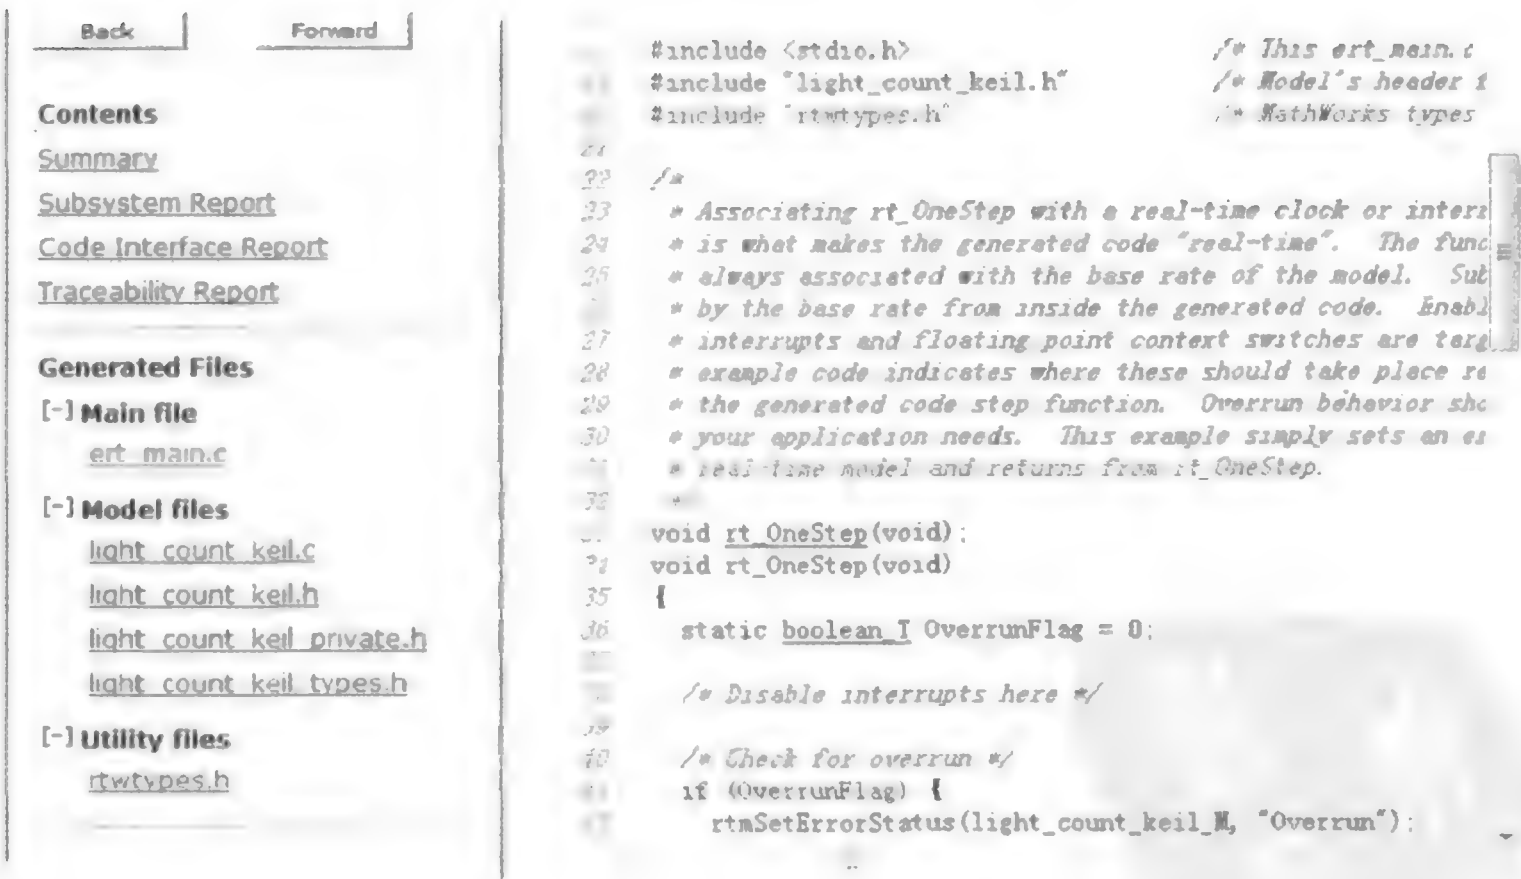
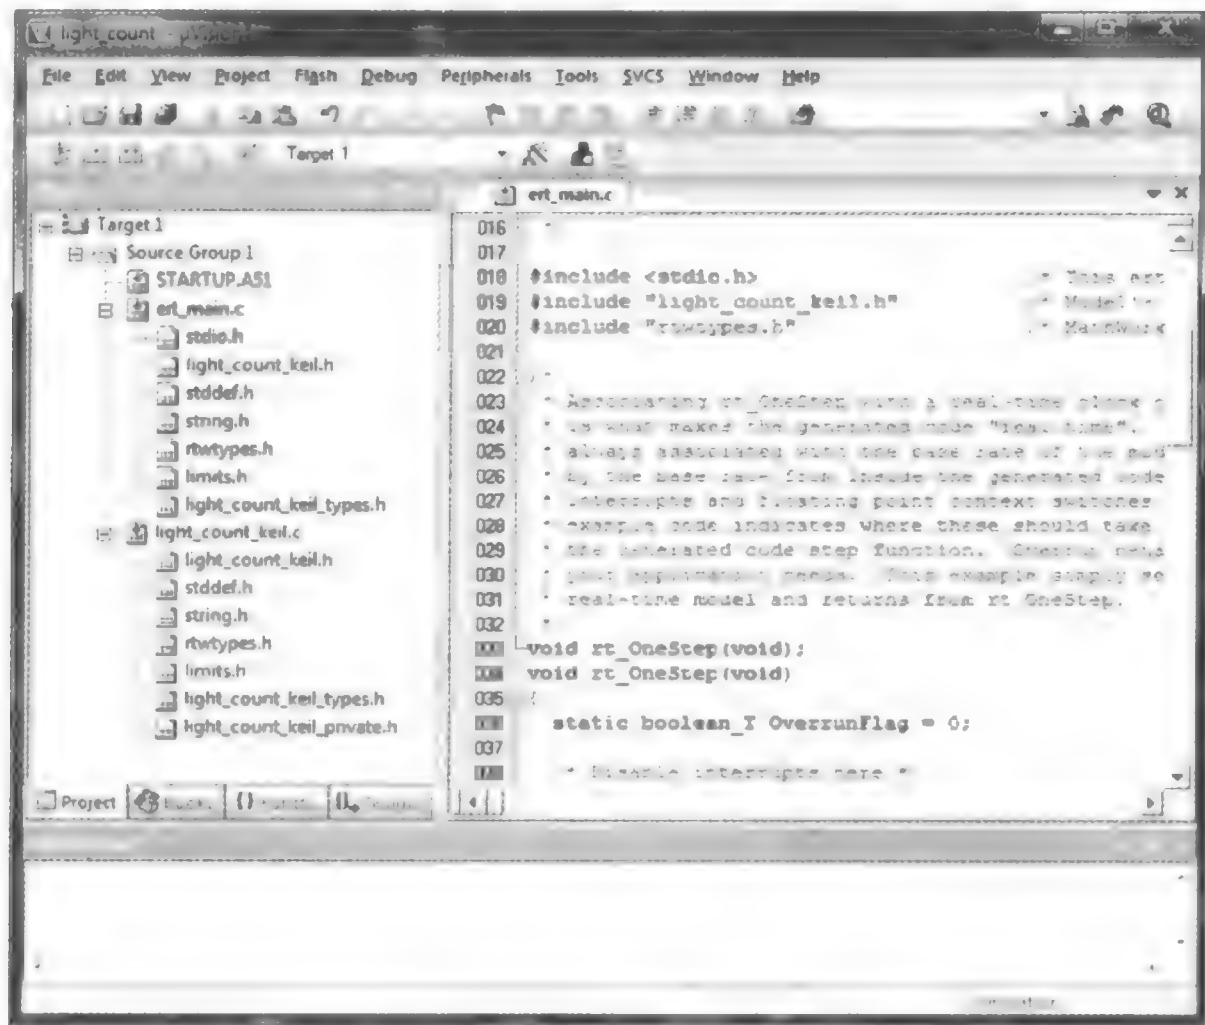

图 5.2.87 代码报告
图 5.2.88 建立 Keil 工程
单击模型工具栏的按钮,生成代码,报告如图 5.2.87 所示。
(2) 建立 Keil 工程。打开 Keil uVision4,建立基于 AT89C51 的工程,将图 5.2.87 所示的 6 个文件与 Keil 工程保存在同一目录下,这样在编译时,编译器会自动找到所需要的头文件,无须手工添加,如图 5.2.88 所示。